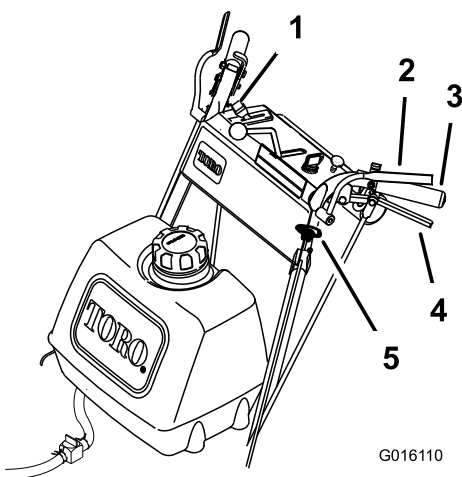

Figura 12
1. Per innestare le lame, schiacciate le leve del comando Operator Presence Control (OPC) contro le impugnature delle stegole (Figura 12).
1. Spingete la manopola di comando delle lame (PDF) verso il basso in posizione di riposo (Figura 12).
2. Lasciando andare le leve del comando Operator Presence Control (OPC), così che il motore si spenga e le lame si arrestino (Figura 12) quando il dispositivo di comando delle lame è innestato.